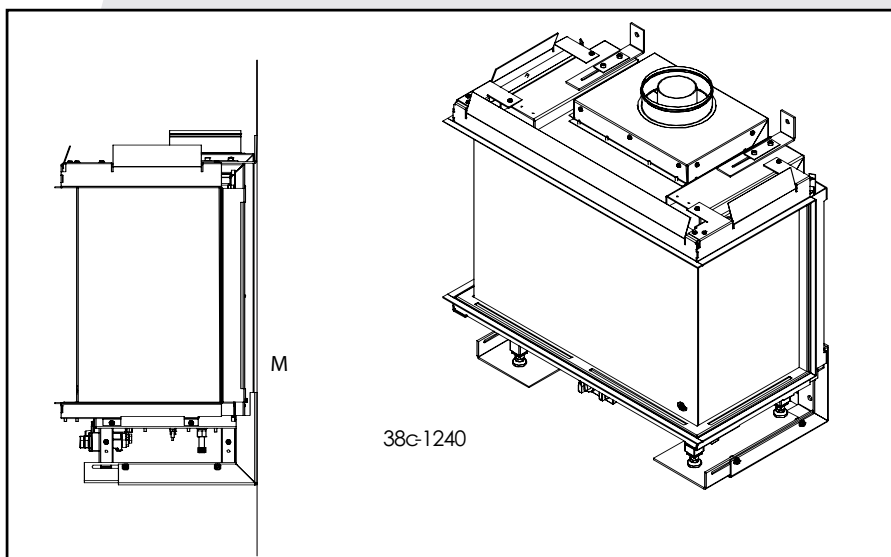

fig. 3
- Place the appliance on the extending parts, as shown in figure 3, and proceed in accordance with the installation instructions and user manual of the appliance.
- Setzen Sie das Gerät auf die ausschiebbaren Elemente (Abb. 3), und befolgen Sie anschließend die Einbauvorschriften und die Gebrauchsanweisung für das Gerät.
- Placez l'appareil comme sur la figure 3 sur les éléments escamotables et suivez également les instructions d'installation et le mode d'emploi de l'appareil.